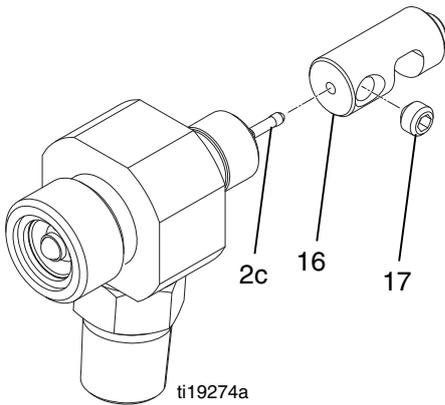

FIG. 9
6. Sujetando aún la guía del muelle (16) para impedir que se doble la aguja (2c), afloje los tornillos de fijación (17) y extraiga la guía del muelle (16). Consulte la FIG. 9.